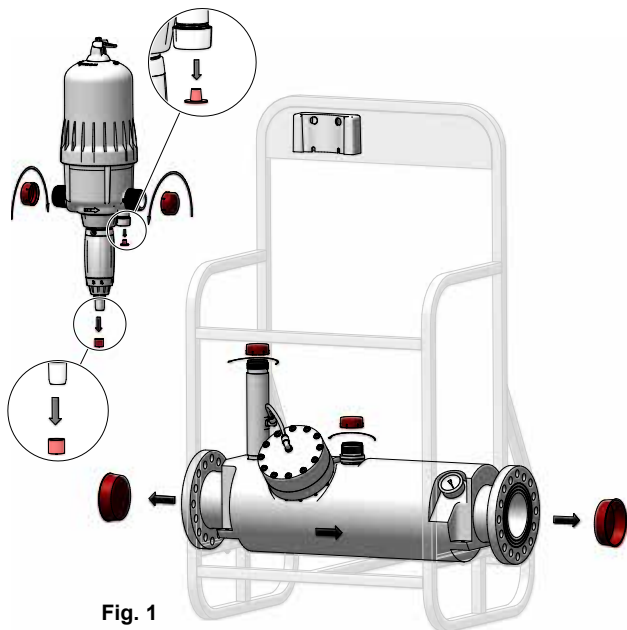

Fig. 1
Enlever les bouchons et capes de protection (**Fig.1**) qui obturent les orifices de votre doseur avant de le raccorder sur le réseau d'eau.
- Vissez les coudes plastiques sur l'entrée et la sortie du doseur. Veillez à ce que les extrémités des coudes soient verticales. (Fig 1.a)
- Vissez directement le tuyau court sur le coude amont du doseur (1).
- Vissez directement le tuyau long sur le coude aval du doseur (2).
- Enfin, vissez l'extrémité libre du tuyau court aval sur le régulateur(4). (Fig 1.b)